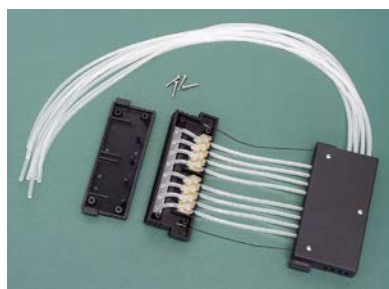

图 5-31. 移除分液盒下部的盖板
2. 松开分液盒下部的 4 个盖板紧固螺钉 (图 5-31)。